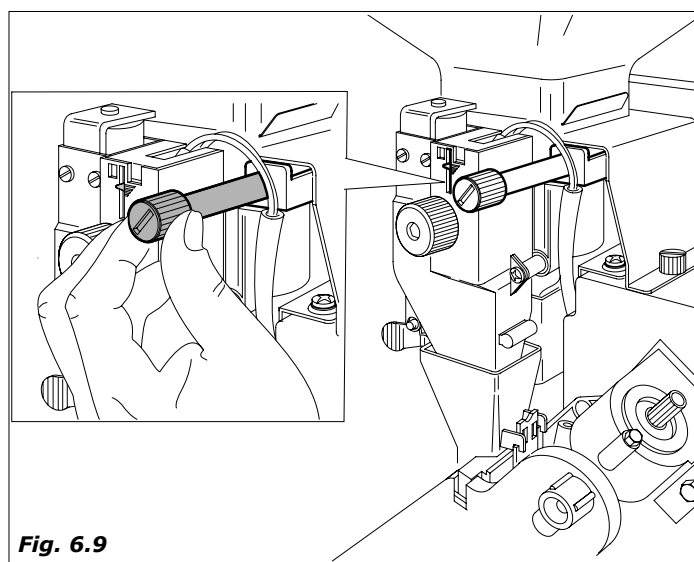

Fig. 6.9
- **Regulación del grado de molido manual.** Girar el tornillo (Fig.6.9) para obtener los resultados deseados. Girando a la derecha se obtiene un molido fino; girando a la izquierda se obtiene un molido grueso.